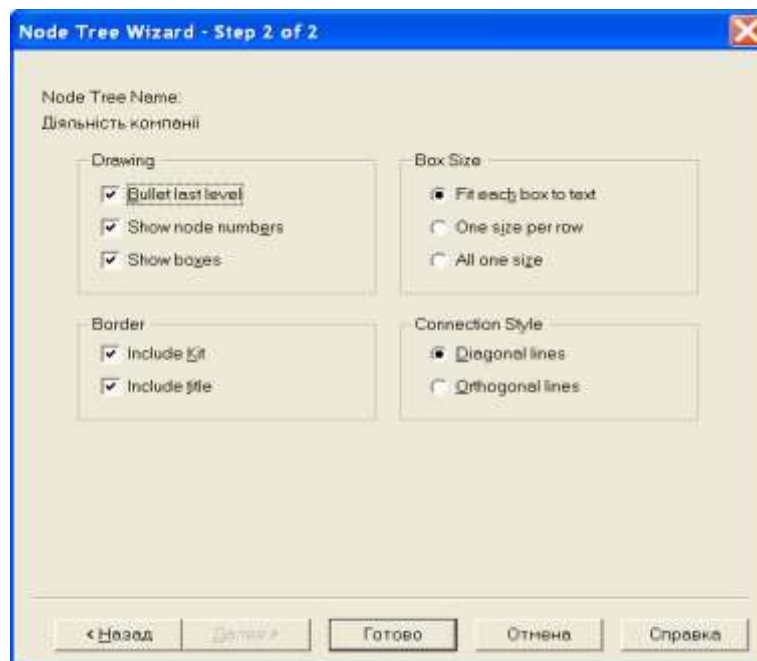

Рис. 12.2. Другий діалог помічника Node Tree Wizard
2. Другий крок діалогу – установка опцій. **Drawing:** галочки на усіх опціях; **Box Size** – активна перша позиція; **Border** – галочки на усіх опціях; **Connection Style** – активна перша позиція (рис. 12.2).